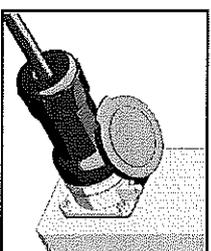

Fig. 1
1. Collegare il convertitore all'alimentazione (fig. 1)